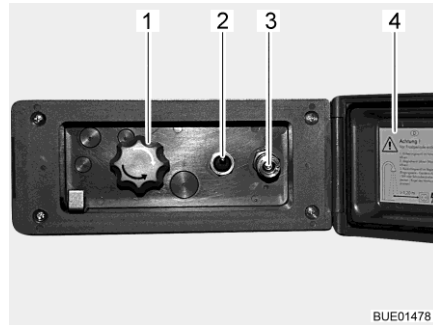

Bild 128 Duschanschluss außen
- Deckel (Bild 128,4) entriegeln und öffnen.
- Schlauch der Außendusche am Schnellverschluss (Bild 128,3) anschließen.
- Wasserpumpe mit Schalter (Bild 128,2) einschalten.
- Wassertemperatur mit Drehknopf (Bild 128,1) nach Wunsch einstellen.
- Wasserpumpe mit Schalter (Bild 128,2) ausschalten.
- Deckel (Bild 128,4) schließen und mit Schlüssel verriegeln.
- Drehknopf (Bild 128,1) auf Mittelstellung stellen.